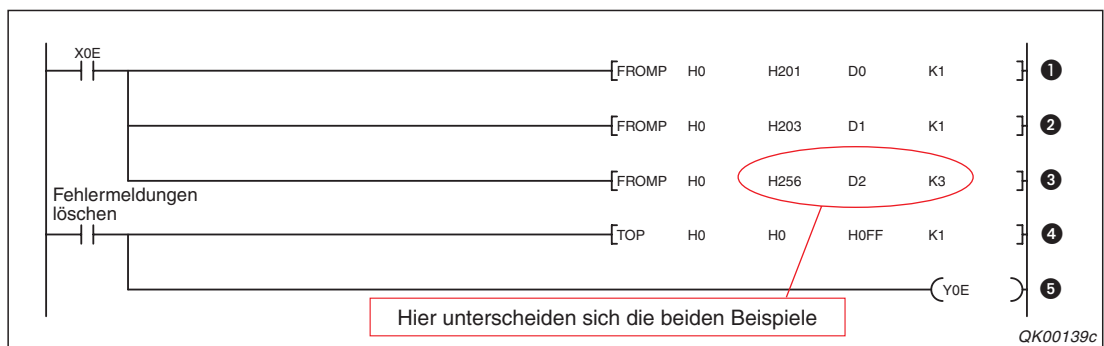

Abb. 23-6: Fehlermeldungen bei der Kommunikation mit dem MC-Protokoll erfassen
- ① Wenn der Eingang X0E eingeschaltet ist, werden die Fehlermeldungen aus der Adresse 513 (201H) des Pufferspeichers in das Datenregister D0 übertragen.
- ② Informationen zur Einstellung der Schalter werden in das Register D1 transferiert.
- ③ Beim Datenaustausch mit dem MC-Protokoll werden die Inhalte der Pufferspeicheradressen 598 (256H) bis 600 (258H) in die Register D2 bis D4 übertragen (Abb. 23-6).